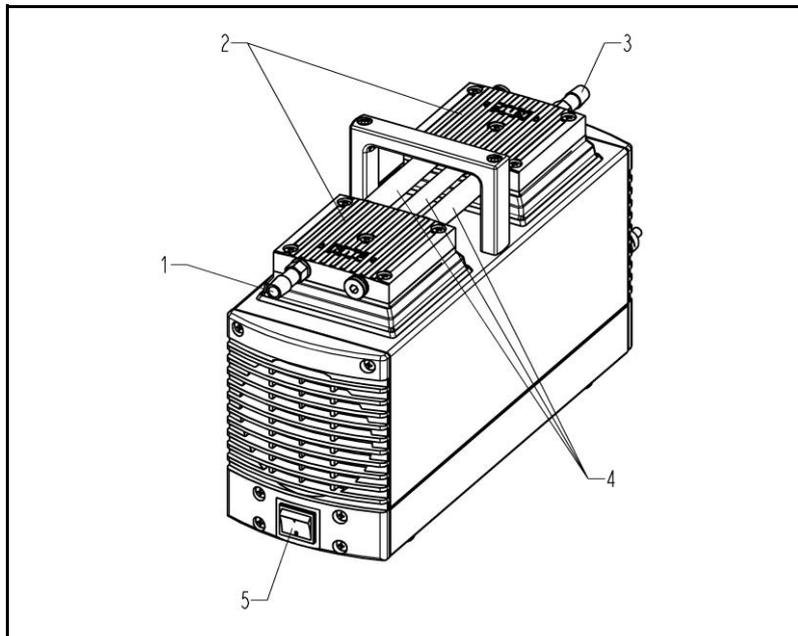

Fig. 2
- Mettre la pompe en marche avec l'interrupteur (voir fig. 2).
- Arrêter la pompe avec l'interrupteur (voir fig. 2).